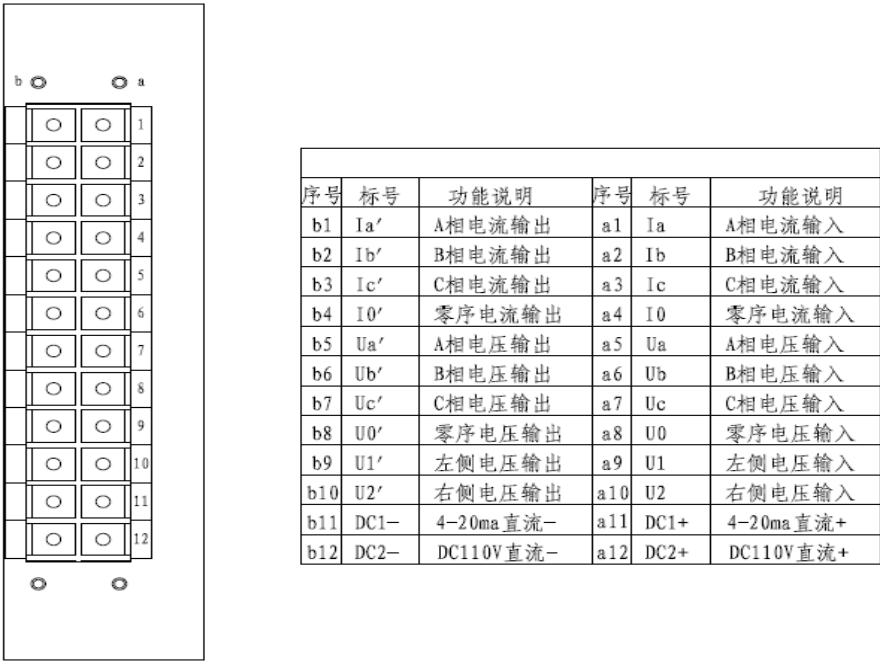

图 5 交流插件 1 端子定义
5.1.3.1 交流插件 1（针对一回线情况），如图 5 所示